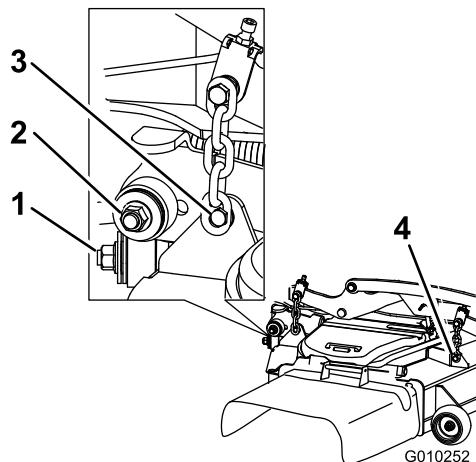

Figura 132
7. Retire e guarde as ferragens em ambos os lados da plataforma, como se mostra na Figura 132.